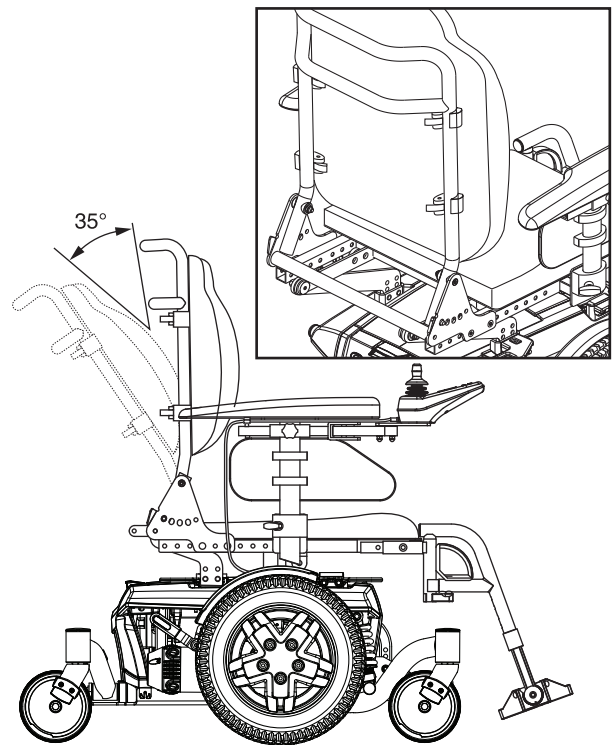

Figure 8. Réglage de siège à dossier inclinable
1. Tirez sur la courroie située au bas du dossier. **Voir la figure 8.**